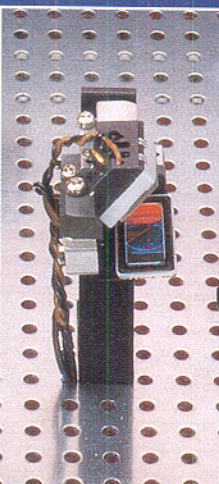
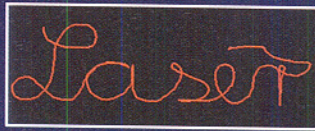

Bild 13: X-Y-Ablenkeinheit
Bild 14: Figuren erzeugt mit der X-Y-Ablenkeinheit
- Scanner-System (Bild 13, entspricht LA 90 ohne Gehäuse) zur Erzeugung nahezu beliebiger Figuren und Grafiken (Bild 14)